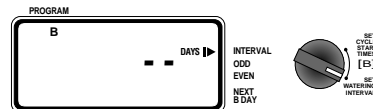

FIGURE 7 : Définition du programme B à horaire fixe
- Tournez le bouton jusqu'à la position **SET WATERING INTERVAL**. Le curseur clignote à droite du mot **INTERVAL** [voir la figure 7].